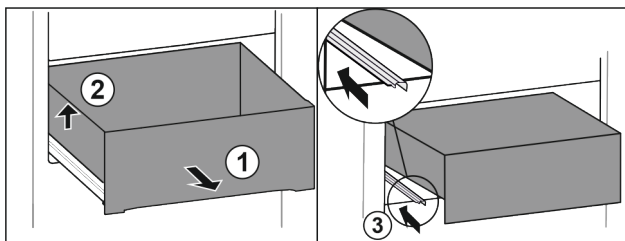

Fig. 113
- ▶ Вытяните выдвижной ящик до упора. Fig. 113 (1)
- ▶ Приподнимите выдвижной ящик слева. Fig. 113 (2)
- ▶ Вставьте левую направляющую. Fig. 113 (3)